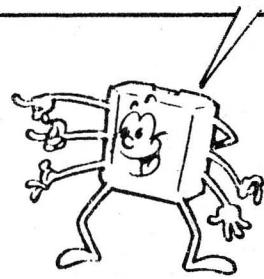

Fig.12
**- FIG. 12 - OPÇÃO ELETRÔNICA PARA O CHAVEAMENTO DO ASTÁVEL** - No exemplo anterior (fig. 11) mostramos métodos elementares (ainda que práticos e realmente